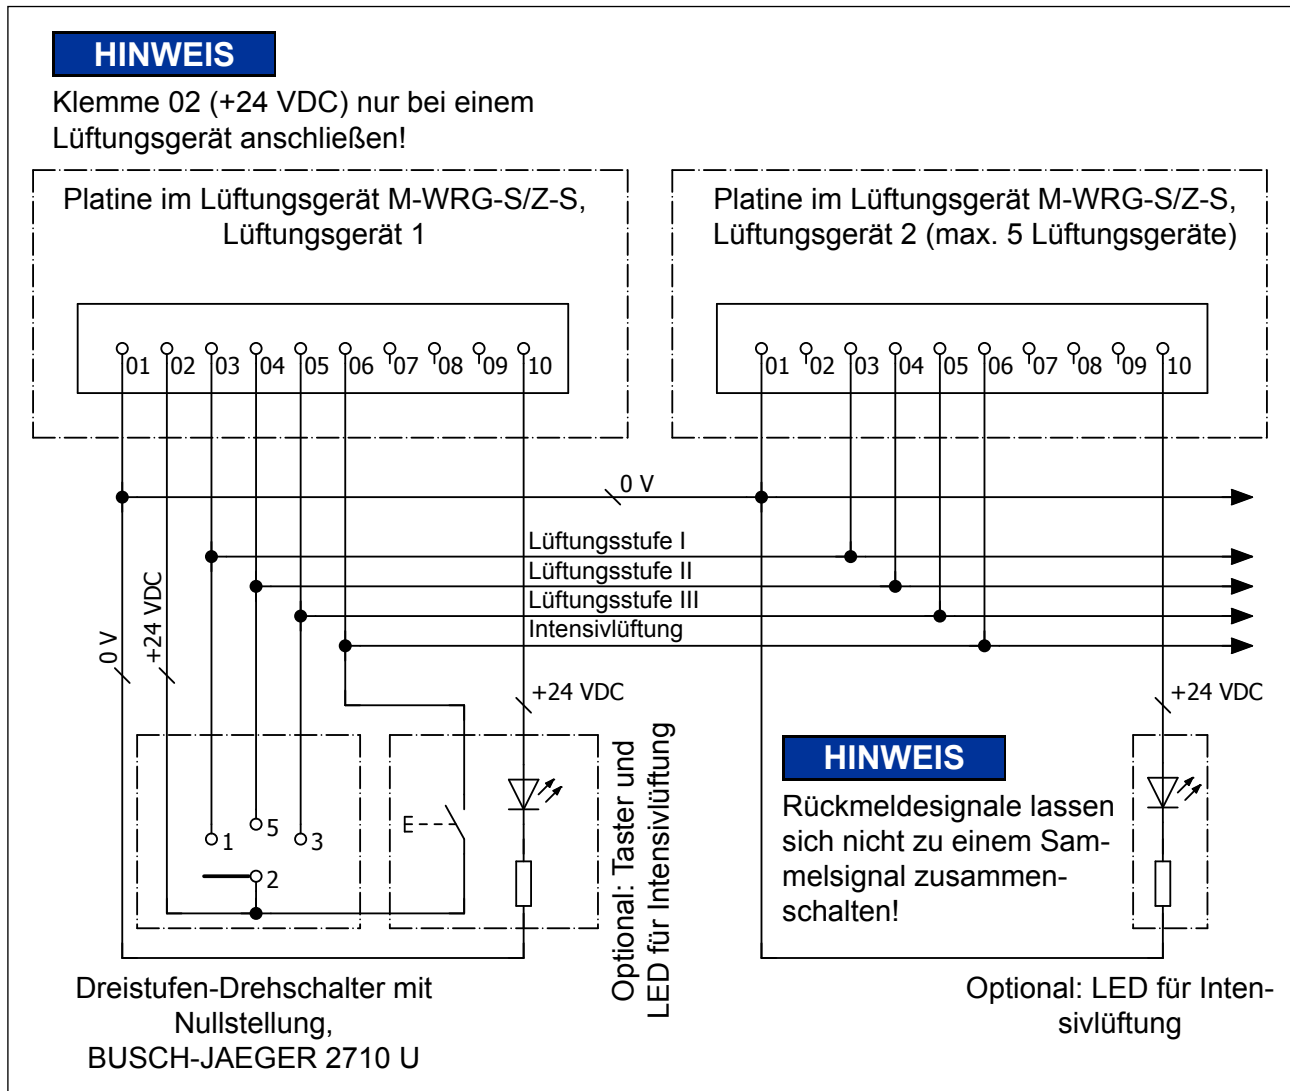

Abb. 4: Schaltplan für die Verdrahtung des Lüftungsgerätes M-WRG-S/Z-S mit Steuerkabel und optionalem Taster/LED
- Schließen Sie das Steuerkabel und den optionalen Taster/LED an die Platinen der Lüftungsgeräte M-WRG-S/Z-S an (siehe Anschlussbelegung in Abschnitt 6.3.3.1 und Schaltplan in Abb. 4 auf Seite 11).
- Die Klemmen 01 (0 V) aller Lüftungsgeräte müssen miteinander verbunden werden (siehe Abb. 4).
- Die Klemme 02 (+24 V DC) des Dreistufen-Drehschalters darf nur an die Klemme 02 eines einzigen Lüftungsgerätes angeschlossen werden (siehe Abb. 4).